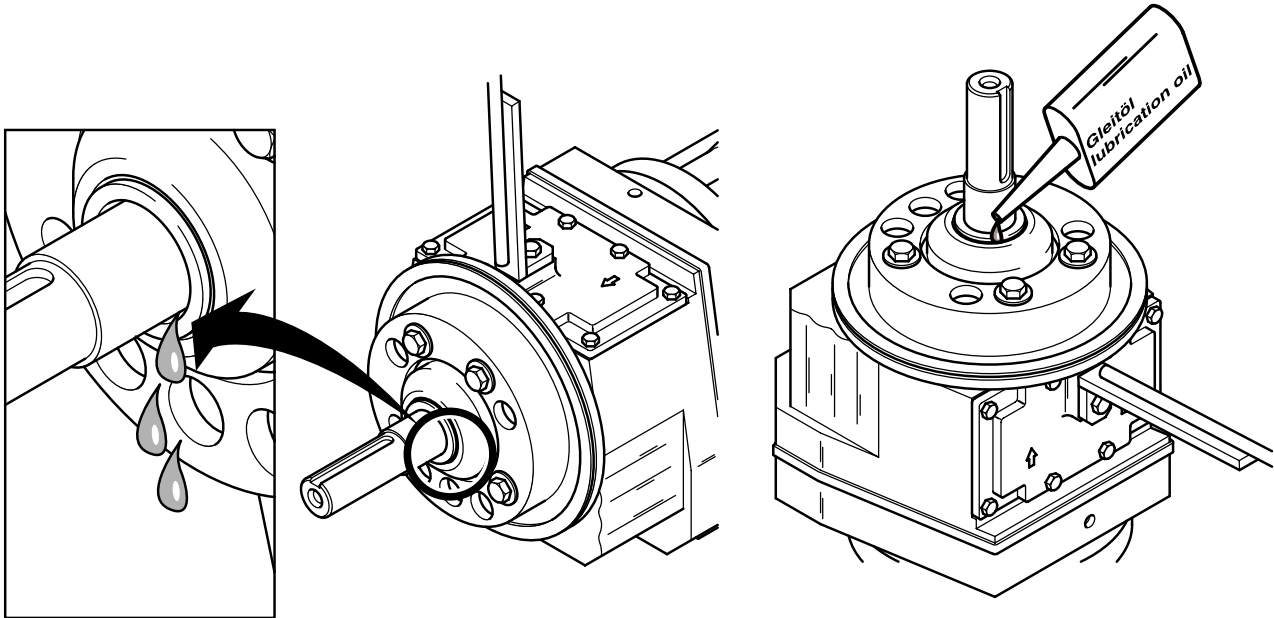

Рисунок 16 Заправка и замена масла.
ПРИМЕЧАНИЕ При демонтаже вращающейся детали механического уплотнения агрегат следует установить вертикально (см. Рис. 16), чтобы не допустить утечки масла.
- Установите агрегат вертикально (как показано на Рис. 16) и примите необходимые меры, чтобы он не опрокинулся.
- Новое масло заливается в отверстие между фиксирующим кольцом и валом таким же образом как оно сливается (см. Рисунок 16).